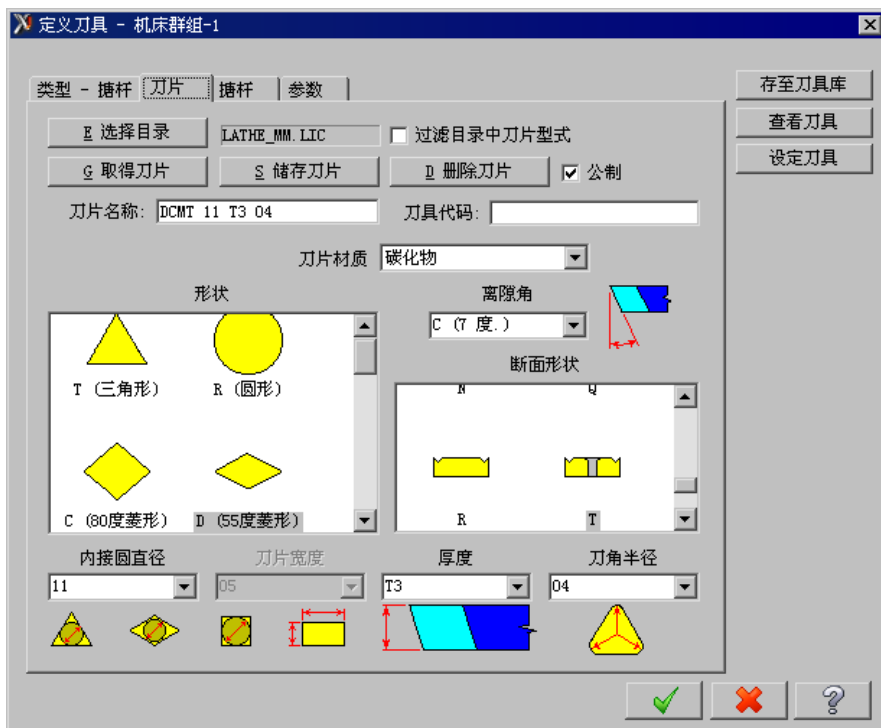

图 13.9.4 “定义刀具-机床群组-1”对话框
Step1. 在“车床粗加工 属性”对话框中选择“T0909 R0.4 ID FINSH 16.DIA.-55 DEG”刀具并双击，系统弹出“定义刀具-机床群组-1”对话框，如图 13.9.4 所示。设置刀片参数如图 13.9.4 所示。在“定义刀具-机床群组-1”对话框中单击 **刀片** 选项卡，在 **刀把图形** 区域的 **A:** 文本框中输入值 15.0，在 **C:** 文本框中输入值 10.0，单击该对话框中的 **✓** 按钮，系统返回至“车床粗加工 属性”对话框。